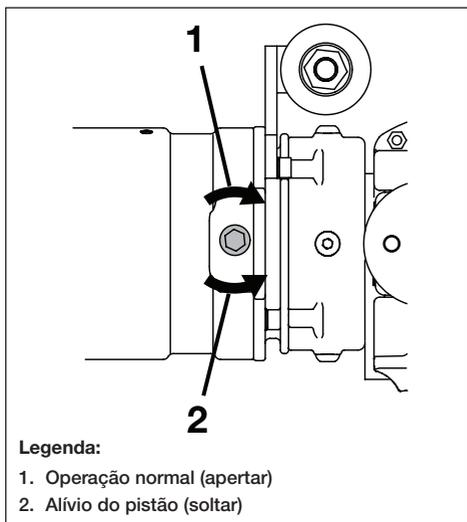

Figura 9, parafuso de alívio do pistão
Antes de usar o cortador, verifique que o parafuso de alívio do pistão está girado totalmente em sentido horário e seguramente apertado. Use uma chave Allen de 8 mm. Veja a Figura 9.
3. Certifique que o parafuso de alívio do pistão está virado totalmente em sentido horário. Veja a Figura 9.